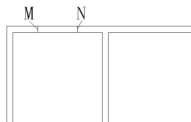
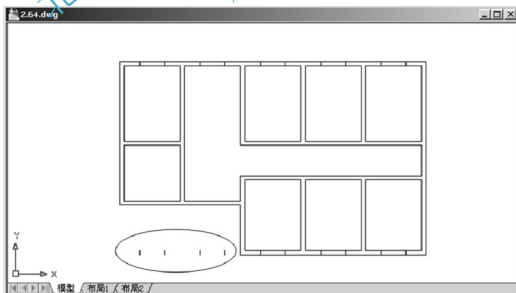

图 2.62 绘制窗洞口线
图 2.64 用【阵列】命令生成窗洞口线
(3) 用【偏移】命令将刚才绘制的垂直线 M 向右偏移窗洞口的宽度“1500”，则生成窗洞口右侧的 N 线，结果如图 2.62 所示，
② 单击【阵列】对话框左上角的【选择对象】按钮，此时【阵列】对话框消失。然后选择图 2.62 中的 M、N 线后按 Enter 键，返回对话框。单击【确定】按钮关闭对话框，结果如图 2.64 所示。
(2) 将图 2.64 中圆圈所圈定的四根短线擦除。